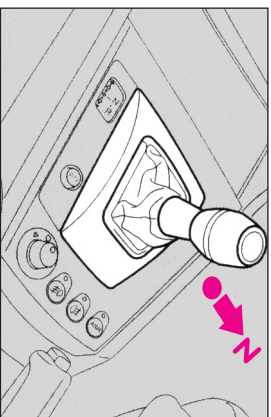

fig. 128
- pentru a trece în poziția neutru (N) cu mașina staționată și pedala de frână apăsată, este necesară acționarea levierului înspre dreapta (fig. 128).